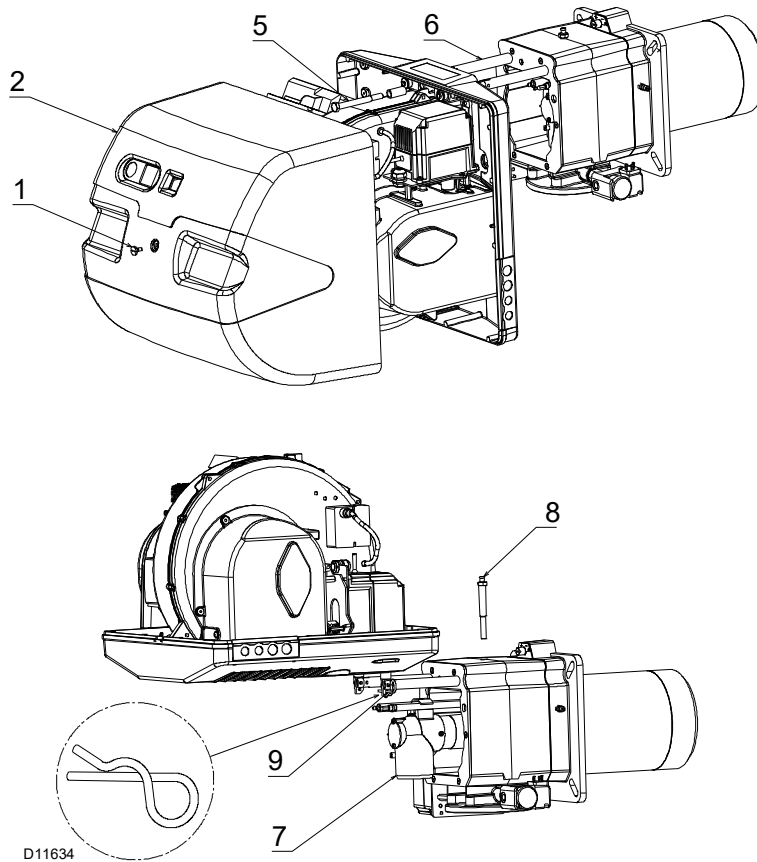

Abb. 37
- Die Schrauben 1)(Abb. 37) lockern und die Haube 2) abnehmen;
- die Schraube 5)(Abb. 37) und den Splint 9) entfernen und den Brenner auf den Führungen 3) um etwa 100 mm zurückschieben;
- ihn wie in der Abb. 37 drehen und in die Bohrung einer der beiden Führungen den Splint 9) einfügen, so dass der Brenner in dieser Position bleibt.
- Den Splint 9)(Abb. 37) entfernen und den Brenner bis auf etwa 100 mm von der Muffe wegschieben;